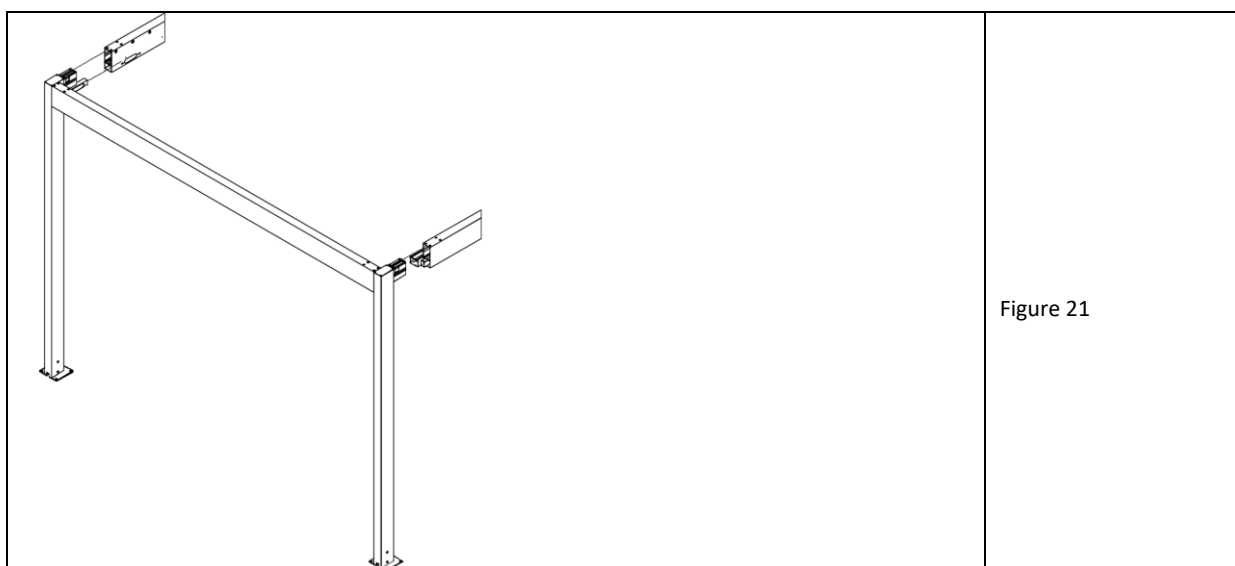

Figure 21
1. Glissez le deuxième cadre transversal (fig. 21) sur les extrémités libres des poutres longitudinales.